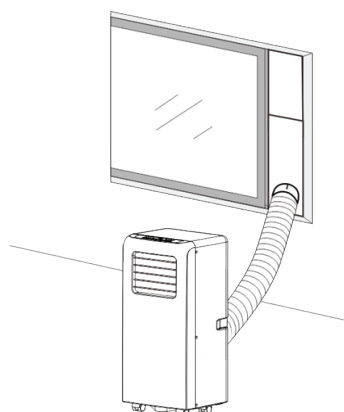
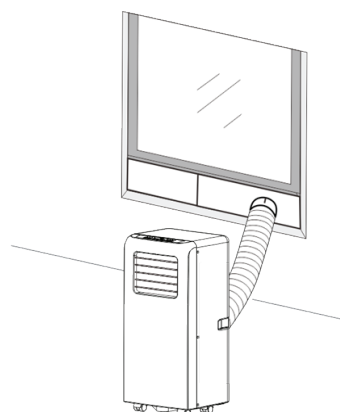

Fig.2
Fig.2a
- 2) Instale o tubo de evacuação como se demonstra na Fig.2 e Fig.2a, e ajuste bem a posição da janela.